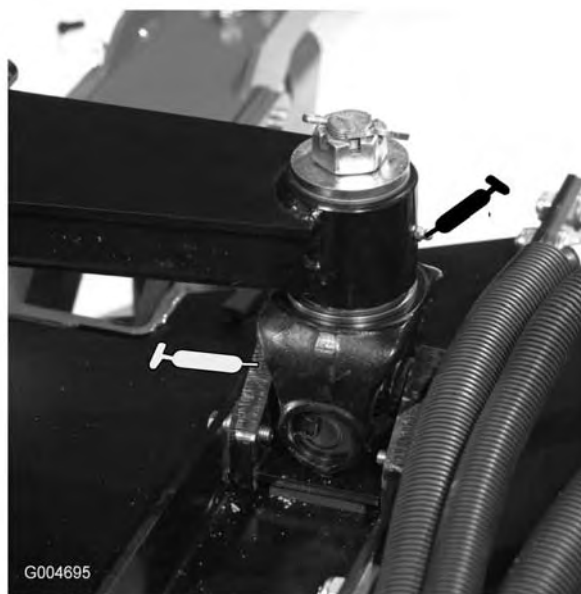

Figura 43
- Boccole (6) del braccio di sollevamento principale (Figura 42 e Figura 43),